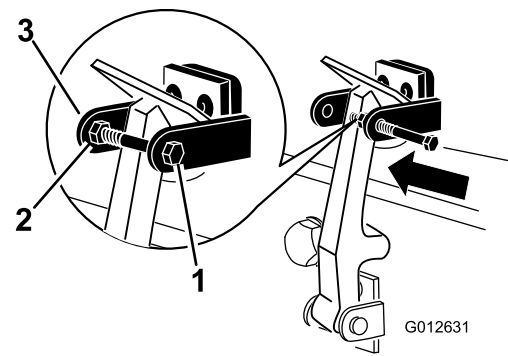

**Рисунок 6**
7. Введите защелку в зацепление с кронштейном защелки капота (Рисунок 6).